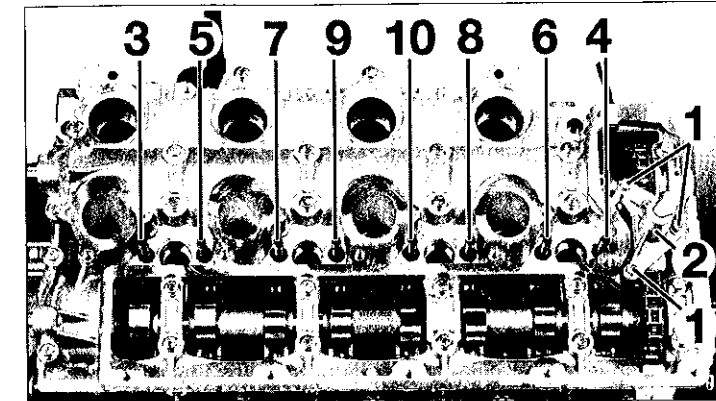
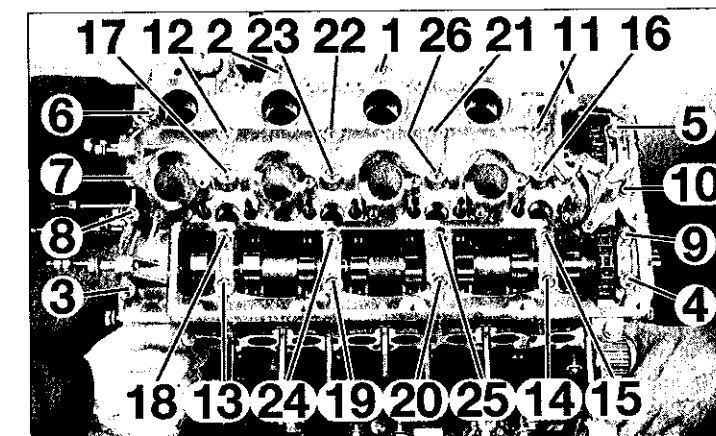

FIG.39
FIG.40
- les trois vis (1) du tendeur de chaîne (2) (Fig.39).
- le tendeur de chaîne de distribution (2).
- les colonnettes de fixation d'injecteur dans l'ordre indiqué de (3) à (10).
- les vis de fixation du carter d'arbres à cames de (1) à (26) dans l'ordre indiqué (Fig.40).